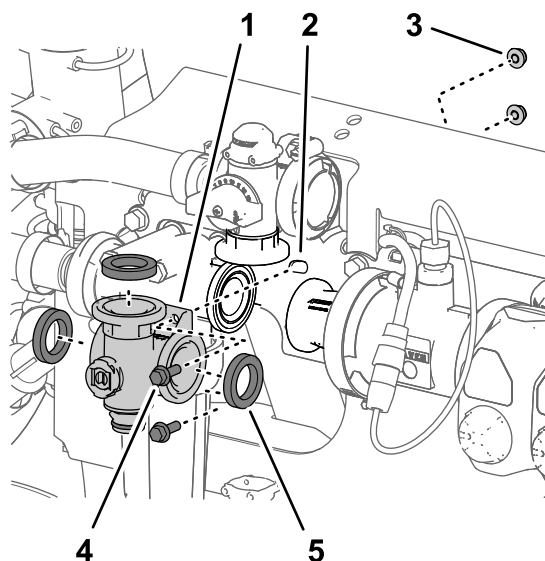
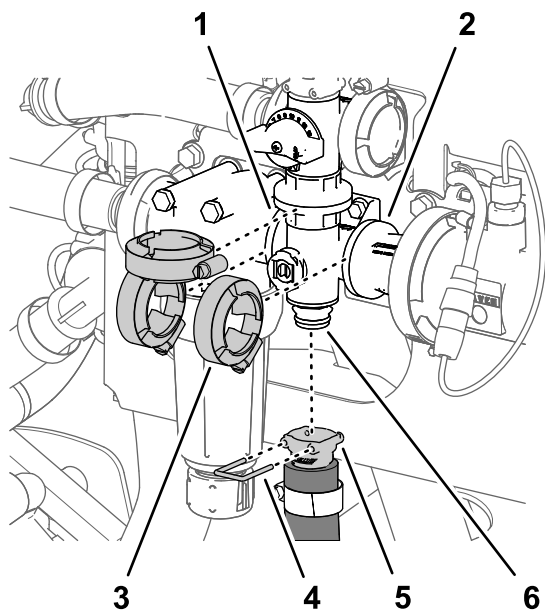

図 118
図 119
1. 攪拌バルブマニホルドのフランジ、ガasket 3枚、攪拌バイパスバルブのフランジ、圧力フィルタのヘッド、カップリングアダプタを整列させる図 118と図 119。
- 攪拌バルブマニホルドを、攪拌バイパスバルブ、圧力フィルタのヘッド、カップリングアダプタに仮止めする図 119 攪拌マニホルドバルブの取り外し (ページ 72) で外したフランジクランプ3個を使用する。
- フランジクランプ3個を手締めする図 119。
- 攪拌ホースのクイックコネクtcupplラを、攪拌バルブマニホルドのクイックコネクtfittイングに組み付けて、クイックコネクtpinで固定する図 119。